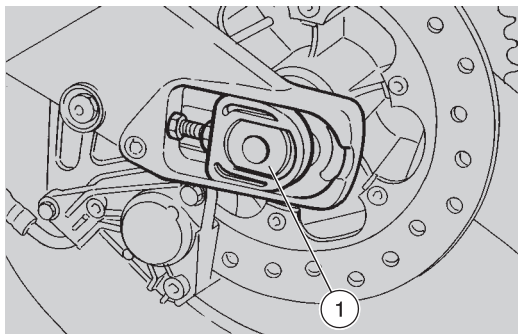

Abb. 37
- die Steckachse herausziehen (1-Abb. 37);
- die Steckachse einführen (1-Abb. 37);